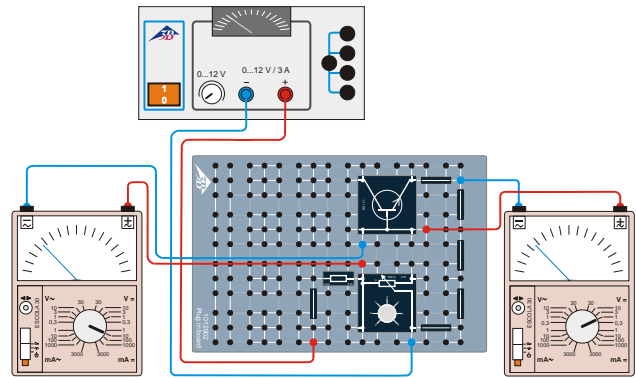

Fig. 3: Schema elettrico per la registrazione della caratteristica di ingresso.
- Realizzare il circuito secondo Fig. 3. I due multimetri analogici collegati servono per la misurazione della tensione dell'emettitore base  $U_{BE}$  e della corrente base  $I_B$ .